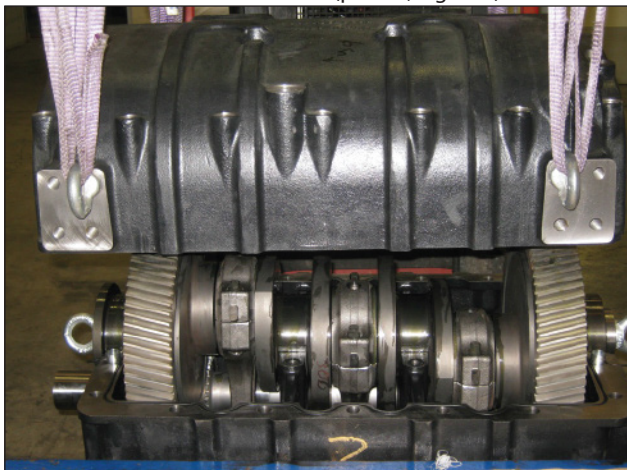
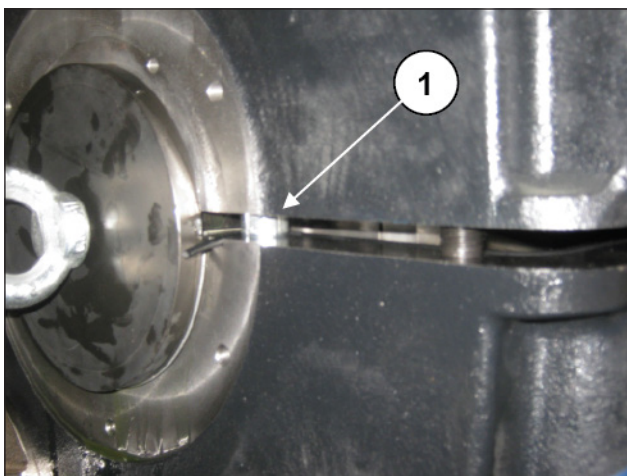

Fig. 110
Fig. 111
Montare il carter posteriore (Fig. 110) verificando il centraggio sulle bussole del carter anteriore (pos. ①, Fig. 111).